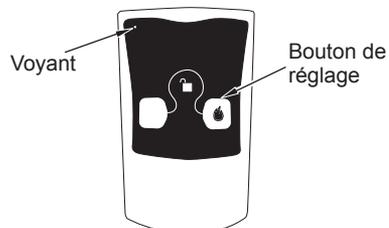

Figure 41 - Télécommande HRC100 de marche/arrêt
2. Appuyez sur le bouton de commande de la télécommande pour allumer le brûleur. Appuyez sur le bouton de commande de nouveau pour éteindre le brûleur (voir figure 41).